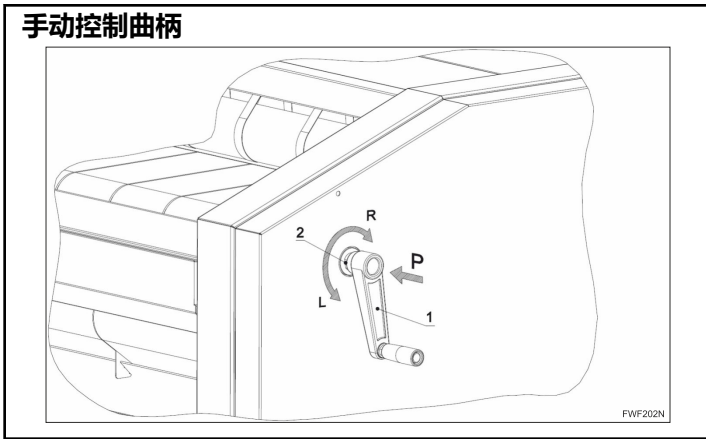

图 21
- 手动曲柄图 21 是用于手动控制机器的机械装置。
- 曲柄安装在机器上，这样就不会与机器的传动系统相连。曲柄在被推向方向“P”时才会连接到机器的传动系统上，参见图 21。该系统配有一个单向爪形离合器。